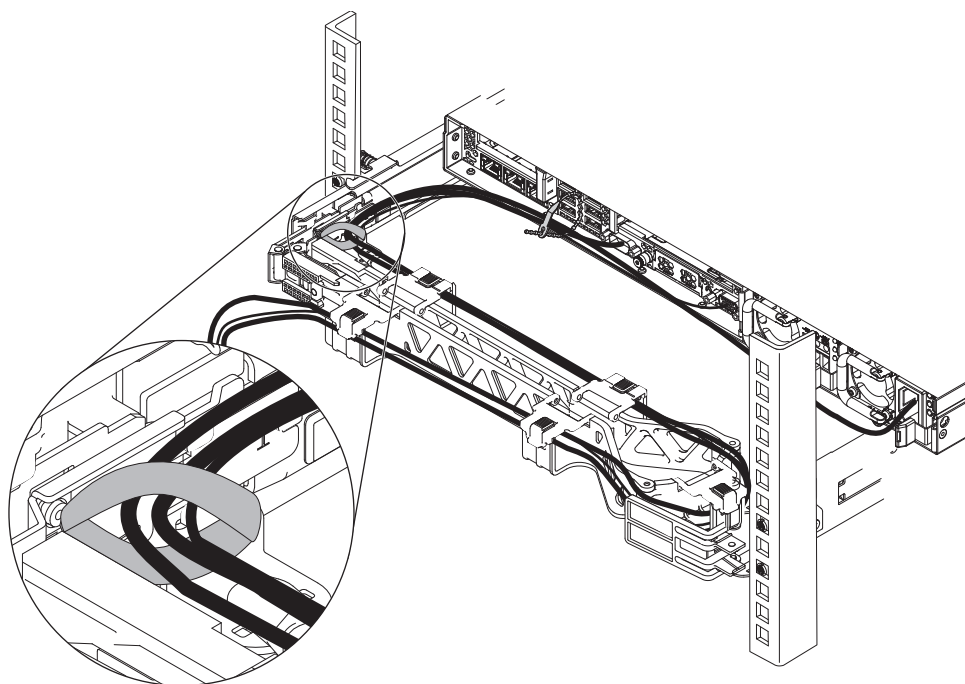

Figura 8. Removendo a fita de velcro
3. Remova a fita de velcro, conforme mostrado na Figura 8.